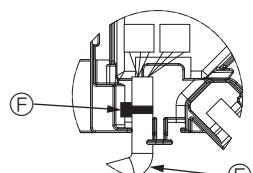

Fig. 10-10
- Coloque la abrazadera que sujetla el cable del motor de los deflectores del panel en la caja de conexión, tal como se muestra en el diagrama. (Fig. 10-10)